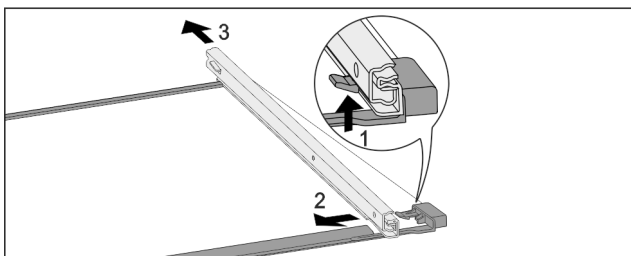

Fig. 174 Sklenená doska s koľajničkami
- ▶ Potlačte predný západkový hák nahor. Fig. 174 (1)
- ▶ Odsuňte vyťahovaciu koľajničku do strany Fig. 174 (2) a dozadu Fig. 174 (3).